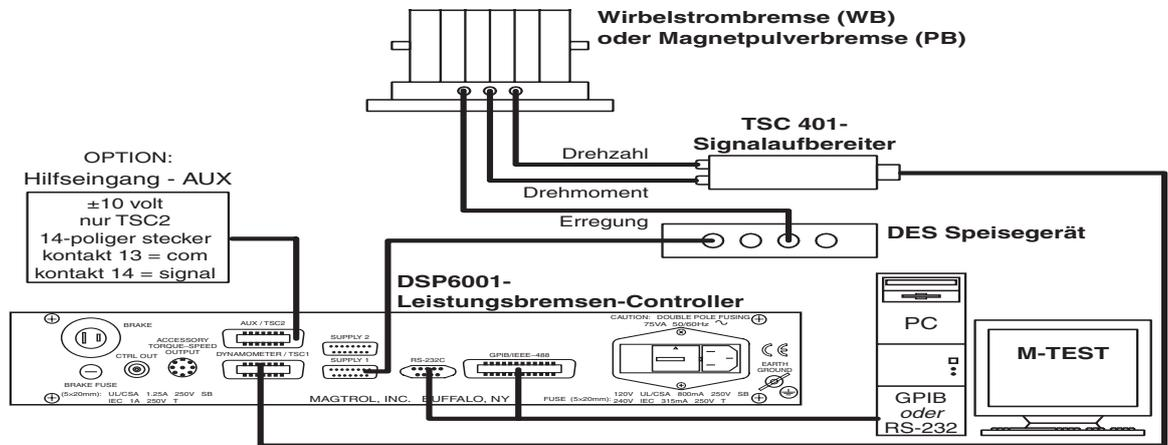

Bild 3–23 Setup mit Winkelstrom- oder Magnetpulverbremse und Hilfsgerät
10. Auf die SHIFT-Taste drücken, um zum Hauptmenü zurückzukehren (siehe Bild 3–13).